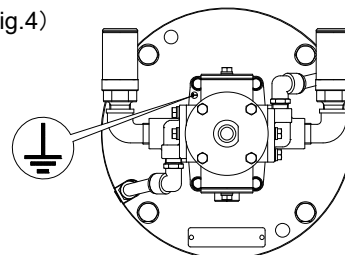

Fig.4 アース接続箇所
- 1) ポンプを設置するときには必ず指定箇所からアースを接続してください。(Fig.4)